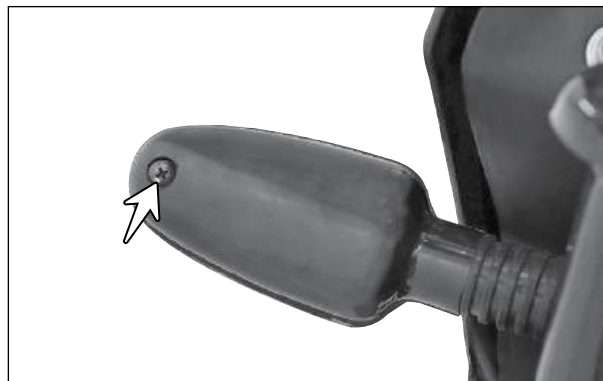

Fig. 5.62
- Remova o parafuso (seta) e desencaixe o conjunto refletor da lente do alojamento da sinaleira. (Fig. 5.62)